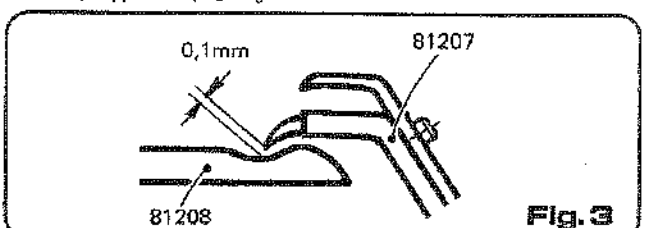

Fig. 3
Turn the pulley clockwise further, and you will see the looper moves to the right while the spreader goes to the left. In this case, note that the spreader point passes the concave part of the looper (on the far side), as shown in (Figure 3). Check the clearance between the concave part of the looper and the spreader point. The clearance should be 0 to 0.1mm.
- スプレッダーレバー (81238) を止めているネジ (22517) を緩めて、かるく仮締めして下さい。スプレッダーレバーを倒す方向 (S) に動かすと、スプレッダーは右方向 (S') に動きます。起こす方向 (L) に動かすとスプレッダーは左方向 (L') に動きます。調整が終わったらスプレッダーレバーのネジ (22517) をしっかりと締めして下さい。
- 針とスプレッダーの間隔 (Fig. 3)